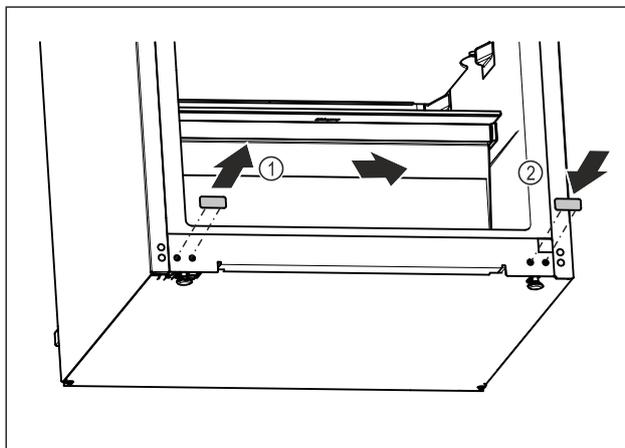

Fig. 16
- ▶ Vytiahnite kryciu zátku. Fig. 16 (1)
- ▶ Nasadíte kryciu zátku na opačnú stranu. Fig. 16 (2)